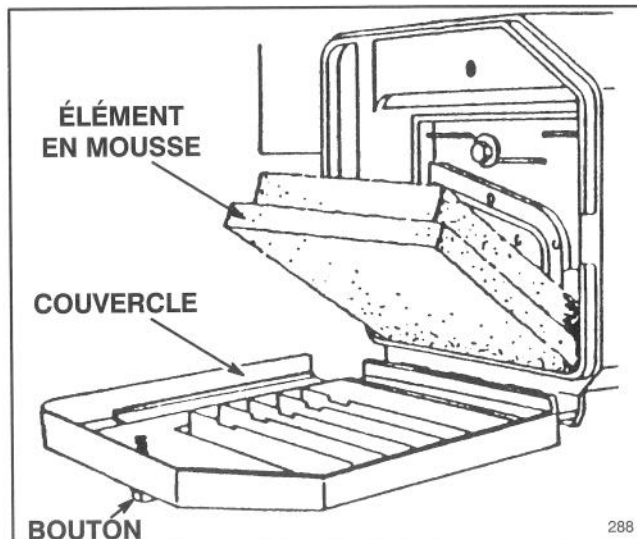

Figure 17
2. Dévisser le bouton de fixation jusqu'à ce que le couvercle puisse être retiré. Nettoyer le couvercle soigneusement (Fig. 17).
3. Si l'élément en mousse est encrassé, le retirer du boîtier de filtre à air (Fig. 17), et le nettoyer soigneusement.